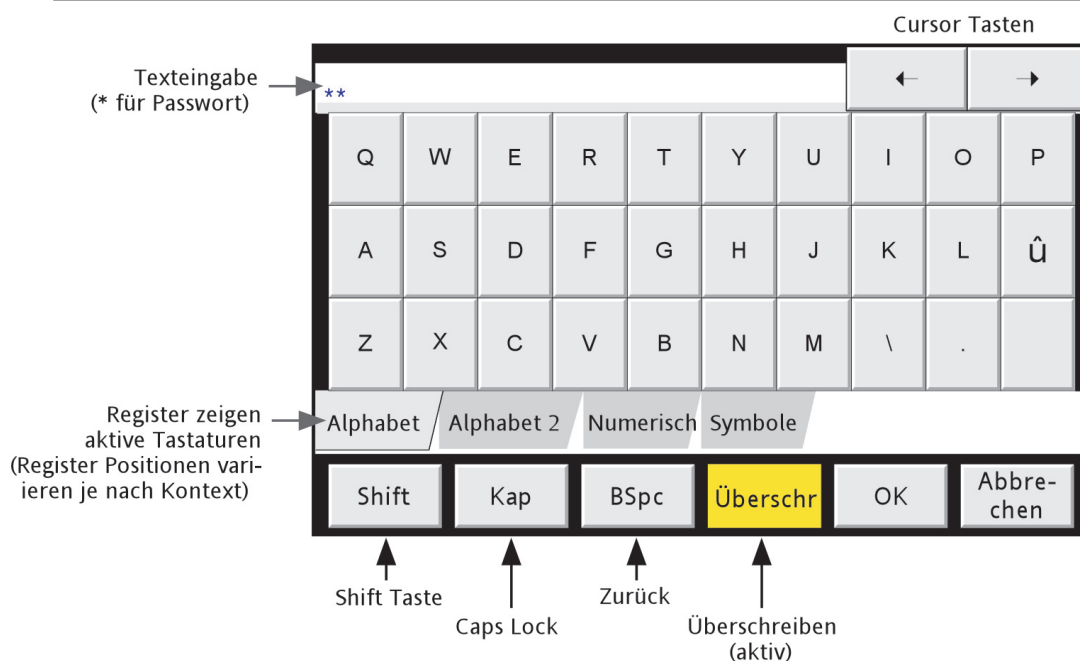

Abbildung 3.3.1b Alphabet 1 Tastatur
- 3 Wenn Sie den Eingabebereich für das Passwort berühren, erscheint eine Tastatur (Abbildung 3.3.1b).
①